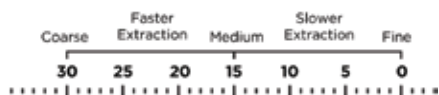

Fig. 3:
2. Bønneboksen har markeringer, der angiver kaffegrusheden (se Fig. 3). For at justere malingsindstillingen, skal du sørge for, at den ønskede indstilling på Bønneboksen er justeret med markeringen på topdækslet (som vist i Fig. 4).